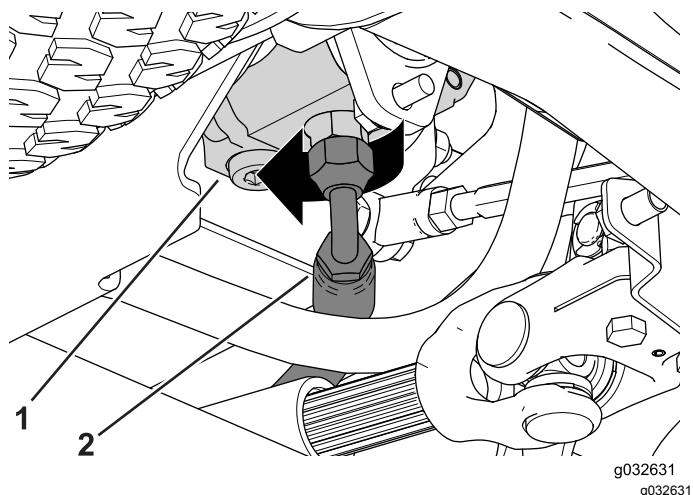

図 80
1. ギアポンプについている給液ホース用のフィッティングをゆるめて車体前方に向ける 図 80。